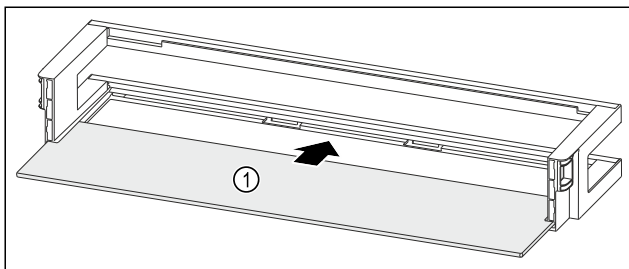

Fig. 99 Dørhylle med oppstillingsplass
- Skyv oppstillingsplassen Fig. 99 (1) inn i fordypningene på sidene.